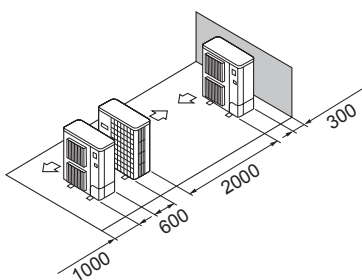

Fig. 2-16
- ⑤ Ühe paralleelseadmega paigutus (Fig. 2-16)